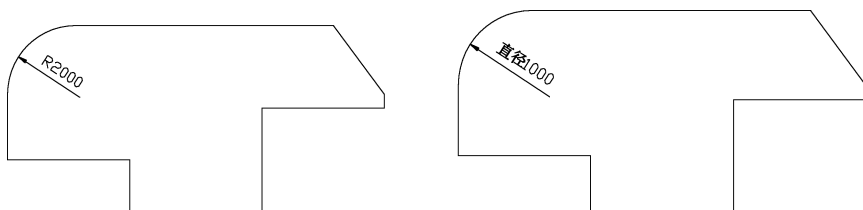

图 5-68 新建标注对象
- 新建(N): 选择该选项可以修改尺寸文字，此时系统将显示“文字格式”工具栏和文字输入窗口，修改或输入尺寸文字后，选择需要修改的对象即可，如图 5-68 所示。